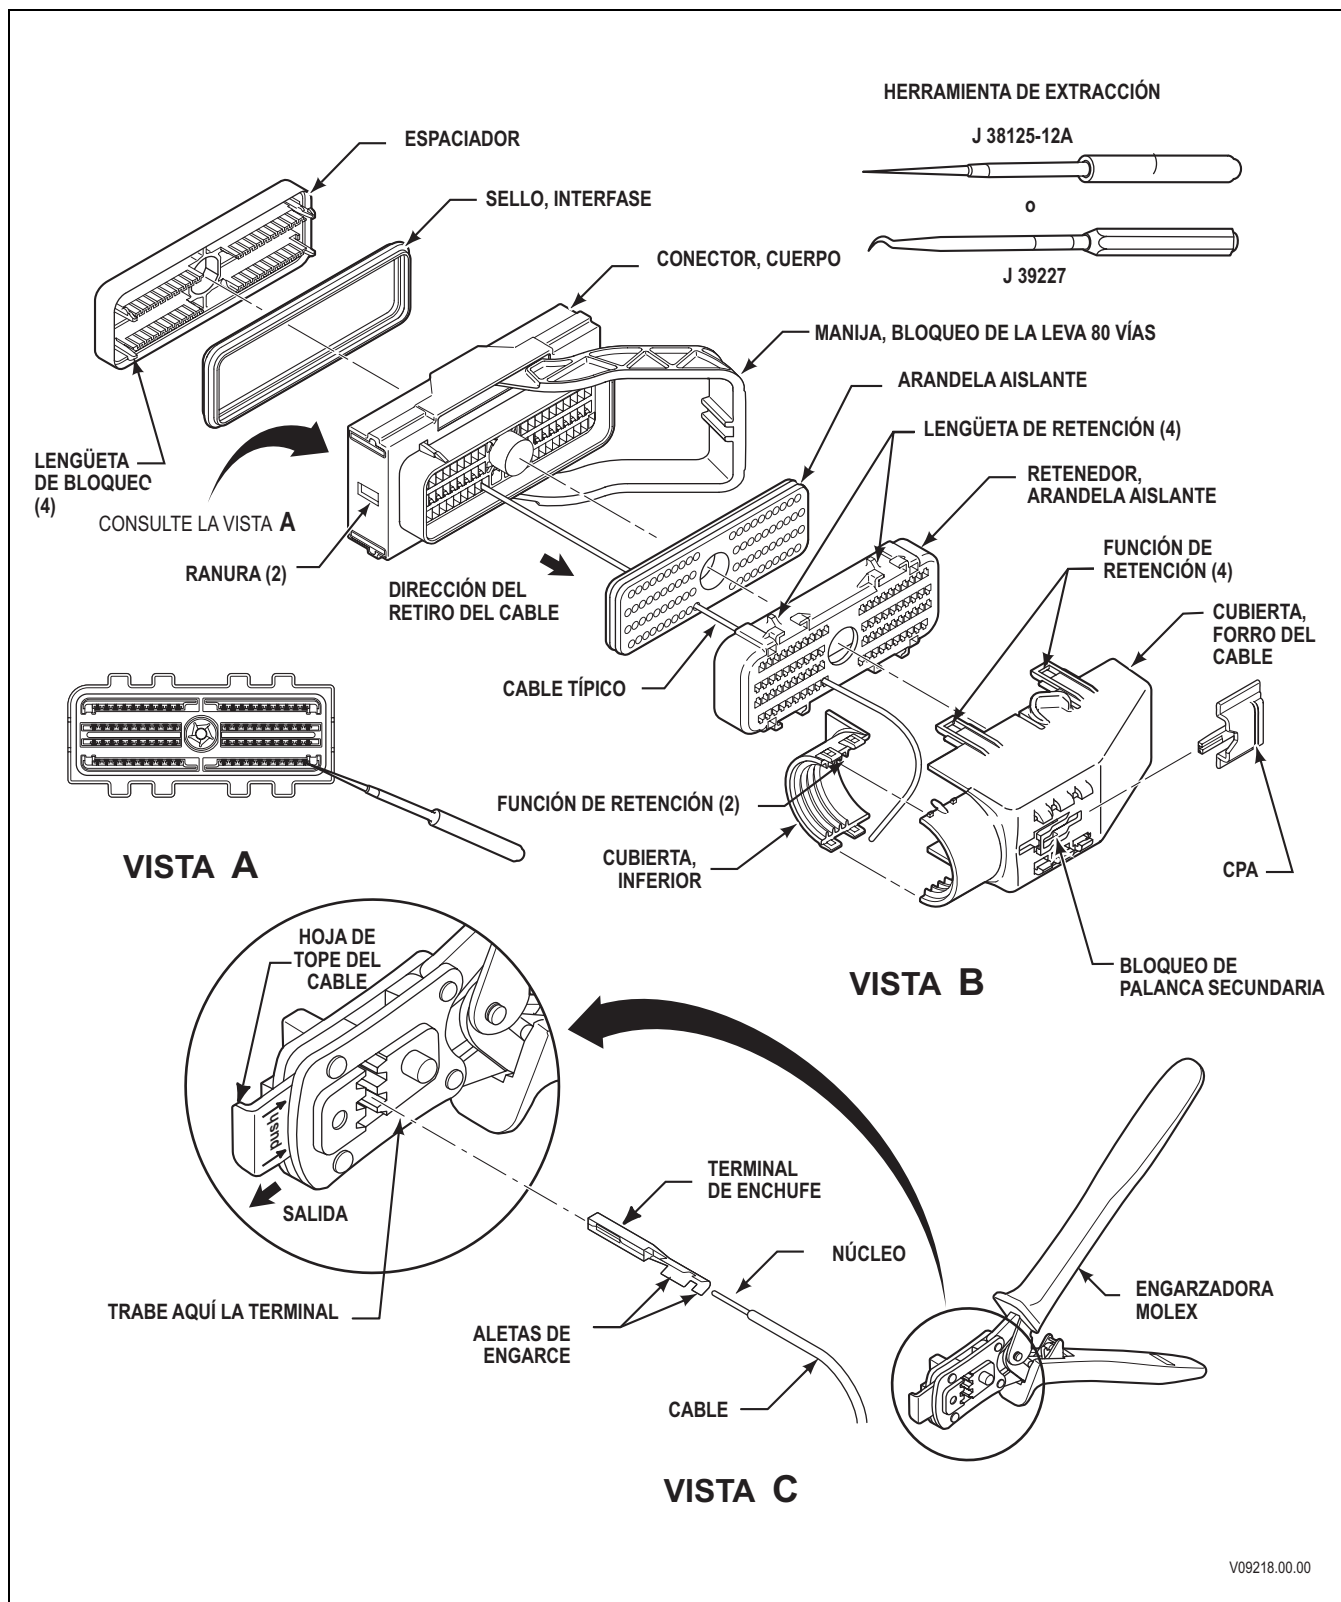

Figura E-2B. Leva AFL 80F-ayuda, conector dirección 'A'((conector del TCM)
B. Conector, ensamble de leva 80F-Ayuda, dirección 'B' (consulte la Figura E-2B)